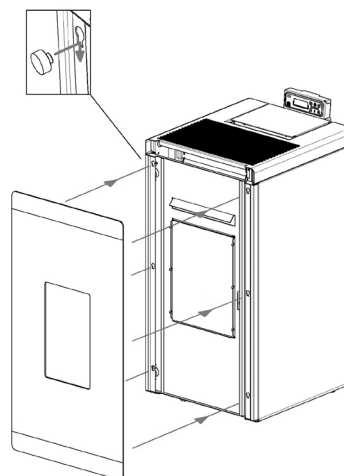

Fig. 41 - Namestite steklo
- Postavite steklo na kovinska vrata: zatakните glave vijakov za odprtine na vratih (gl. **Fig. 41**).